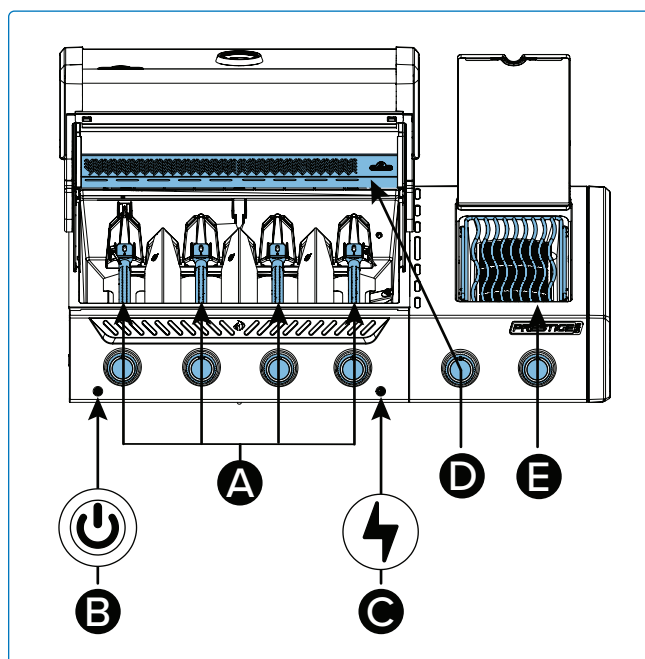

Fig. 6
5. Se il bruciatore non si accende, ruotare la manopola di controllo del bruciatore in senso orario sulla posizione SPENTO. Attendere 5 minuti. Ripeti i passaggi 3 e 4. (**Fig. 6**).